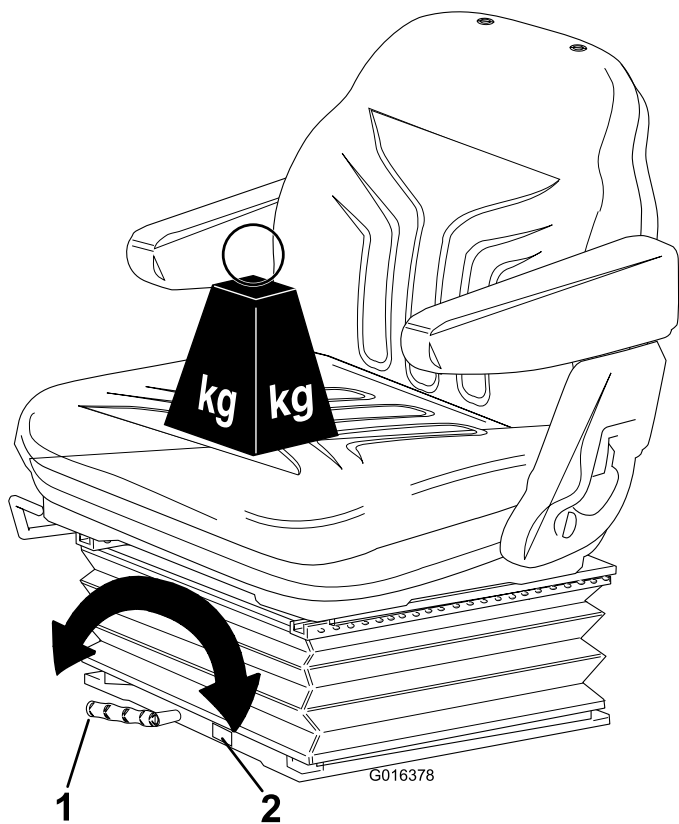

Figura 23
- Ruotate la maniglia in senso orario per aumentare la resistenza della sospensione e in senso antiorario per diminuirla (Figura 23).